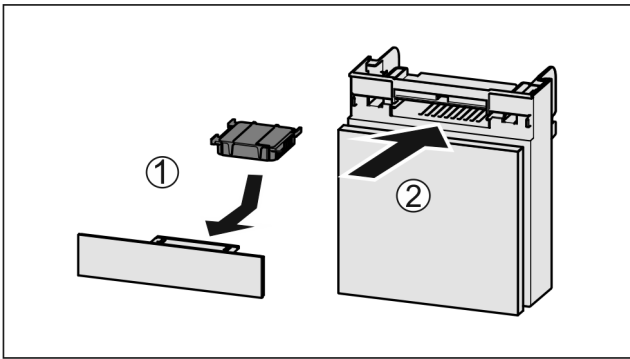

Fig. 51
- ▶ Actiefkoolfilter overeenkomstig afbeelding aanbrengen Fig. 51 (1).
- ▶ Lade erin schuiven Fig. 51 (2).